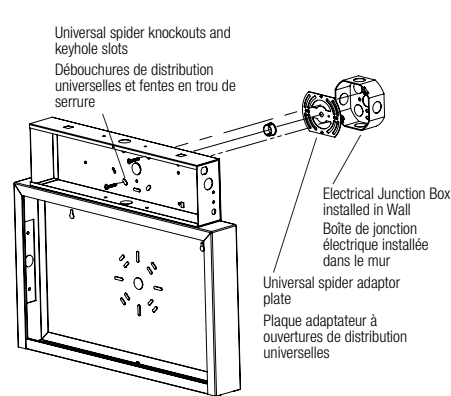

Fig. 3
8. Dérouler le(s) fil(s) de la borne positive (+) et/ou négative (-) de la carte du chargeur et brancher le connecteur de la borne appropriée sur la(les) batterie(s) (Fig. 3 et 5).